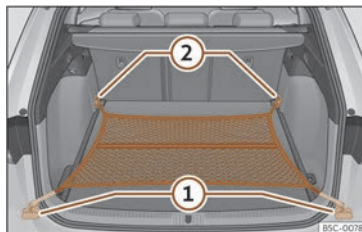

Fig. 186 Al maleter: bossa de xarxa enganxada arran de la base.
- Fixeu els ganxos de la bossa a les argolles d'amarratge >>> **fig. 186** (1) y (2) >>> . La cremallera de la bossa ha de quedar cap amunt.